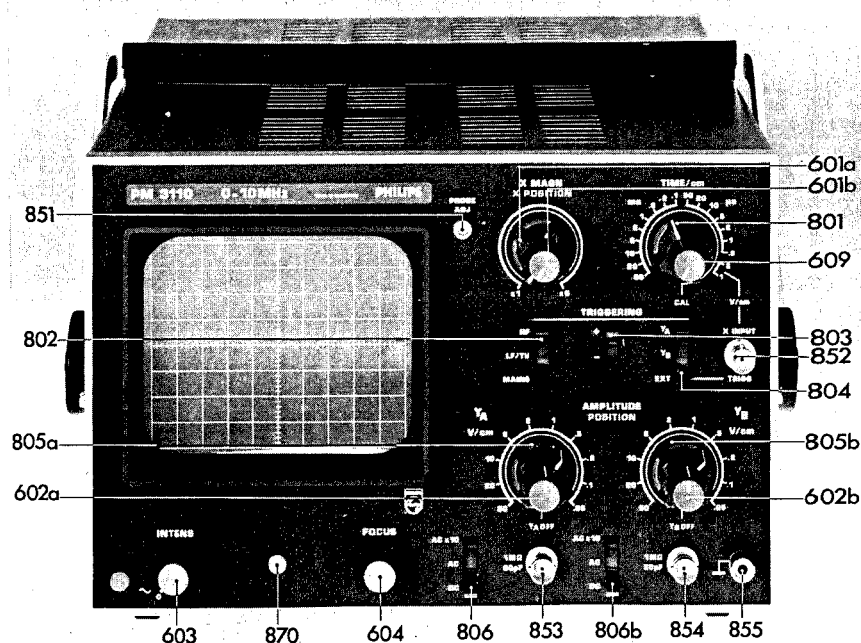

Fig. 4. Bedieningsorganen
2.2. AANSLUITINGEN EN BEDIENINGSORGANEN (Fig. 4)